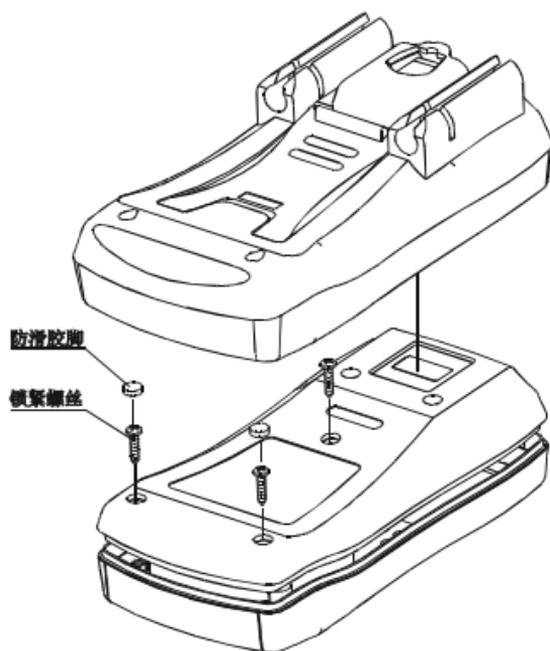

图14
- 把后盖合上，装上三颗螺丝，并用螺丝紧固再装上两个防滑胶脚（详见图 14）。
- * 把后盖的两个防滑胶脚及三颗螺丝拆下,并把后盖取下(详见图 14)。